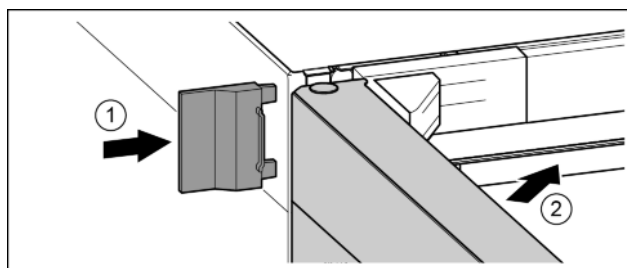

Fig. 19
- Buitenste afdekking erop schuiven. Fig. 19 (1)
- Bovenste deur sluiten. Fig. 19 (2)